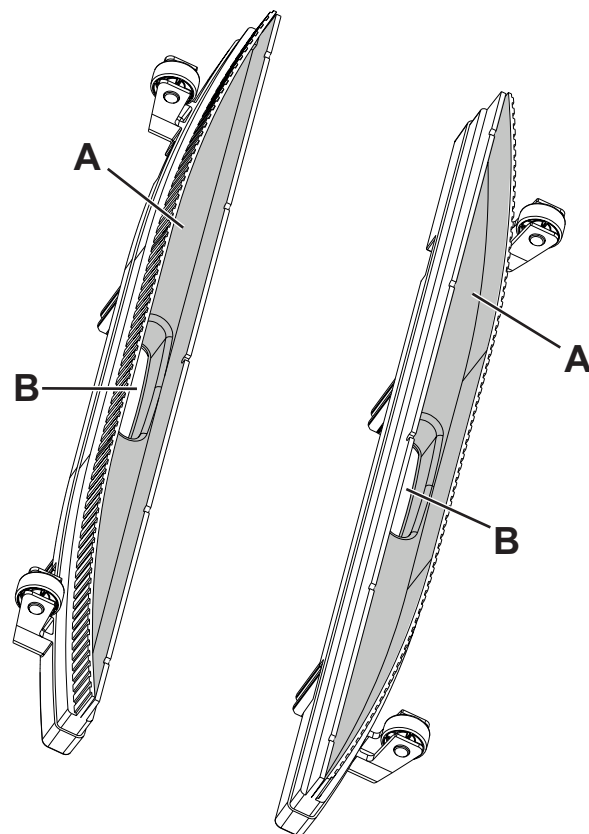

Abbildung 9
2. Das Tankfach (13) mithilfe des Griffs (15) aus dem Gerätegehäuse ziehen.
3. Das Gerätegehäuse anheben, um den unteren Bereich des Reinigungskopfes (16) zu erreichen.
4. Die Sauglippenhalter (20) nach außen ziehen und herausnehmen.
5. Die Sauglippenhalter reinigen und waschen. Insbesondere die Förderöffnungen (A, Abb. 9) und die Ansaugöffnung (B) reinigen. Überprüfen, ob die beiden Wischblätter unversehrt sind und weder Schnitte noch Risse aufweisen, ggf. Sauglippenhalter austauschen.